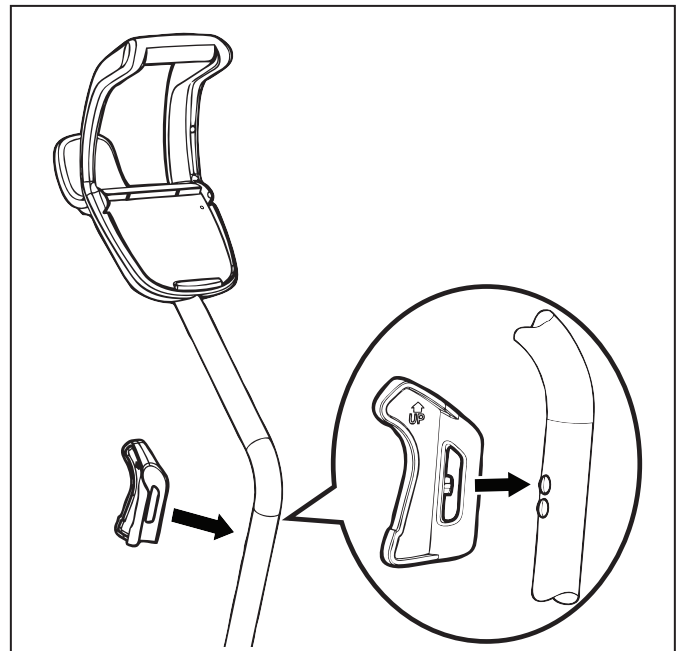

Figure 7. Accrocher le crochet du nettoyeur en place
8. Alignez les goupilles du crochet du nettoyeur avec les trous supérieurs du tube de la poignée et enclenchez-les en place (Figure 7).